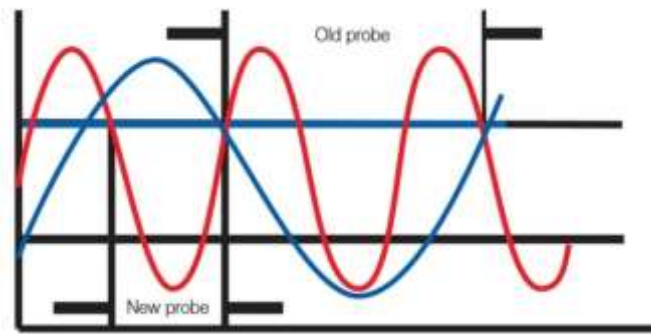

Рис. 2. – Визначення часу спрацювання: зонд реагує на зміну складу суміші надто повільно та більше не відображає поточний стан вчасно
- час між позитивним та негативним фронтами, рис.2.